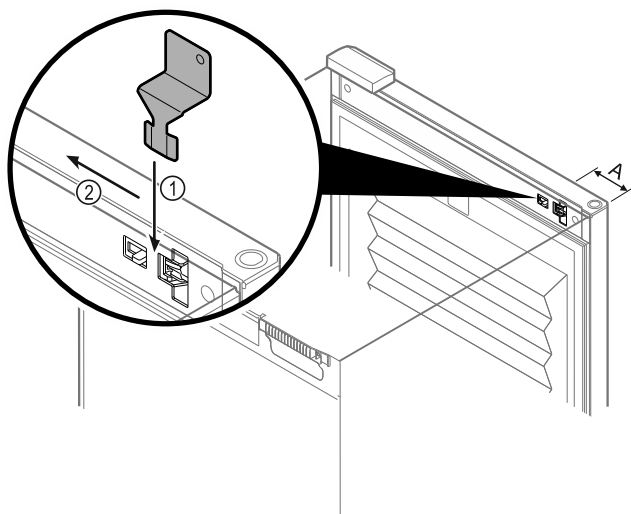

Fig. 190
- Placer la clé de déverrouillage d'urgence à l'emplacement indiqué Fig. 190 (A) ≈ 100 mm (3 15/16 in).
- Du haut, insérer la clé de déverrouillage d'urgence Fig. 190 (1) entre la porte et le corps de l'appareil jusqu'en butée.
- Tirer la clé de déverrouillage d'urgence vers la charnière. Fig. 190 (2)